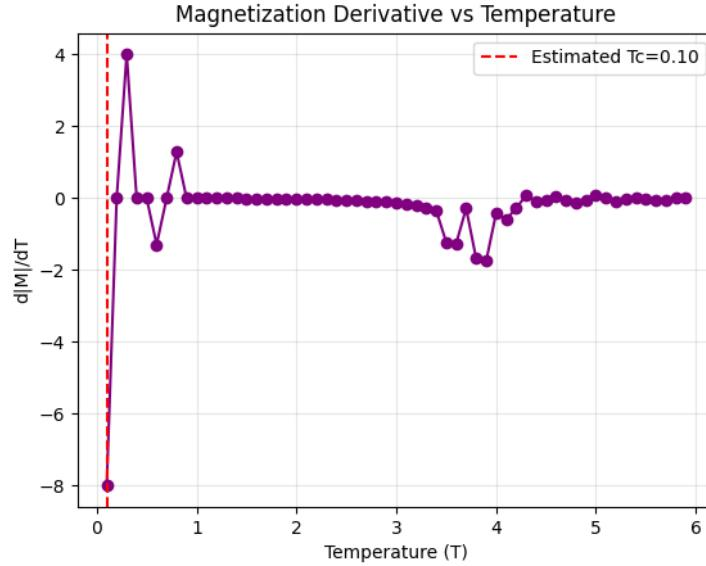

图 2 磁化强度导数作为居里温度判断依据
- **相变温度:** 通过磁化强度导数精确确定（图2），低温下由于振荡强烈，应当从 $T = 3$ 开始计算导数。